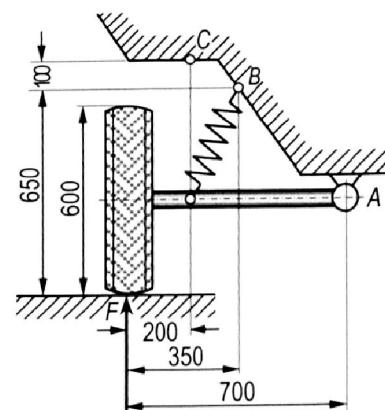

Bild 4.31: Radaufhängung
3. a) Man bestimme die Gelenkkraft \vec{F}_A und die Federkraft \vec{F}_B für die Radaufhängung in **Bild 4.31**, wenn die Radaufhängerkraft $F = 3,4 \text{ kN}$ beträgt.